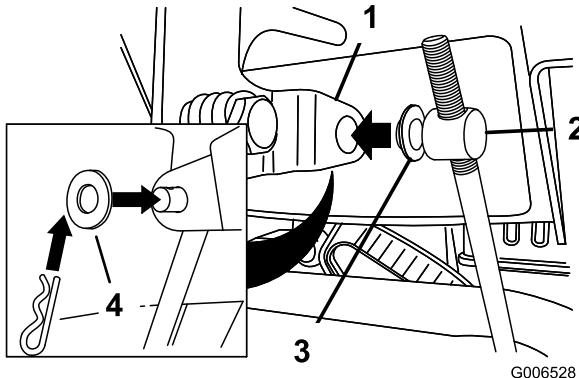

Figure 5
3. Placez une rondelle plate sur le tourillon (Figure 5).
6. Tirez la tige de commande de vitesses et insérez le tourillon dans le trou du levier sélecteur de vitesses (Figure 5).